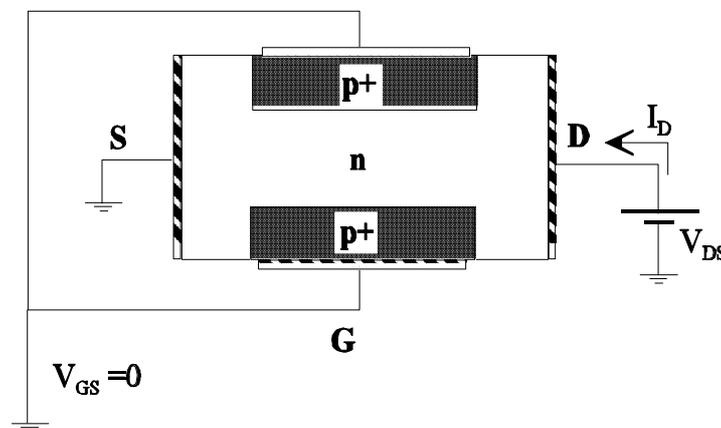

Figura 2.4 Condiciones de polarización para el estudio cualitativo.
Para ello se supondrá condiciones normales de polarización. Estas condiciones deben garantizar que las uniones $p-n$ que se forman entre el canal y la zona de puerta deben estar polarizadas siempre en inverso (lo que supone que la corriente de puerta será muy pequeña, prácticamente nula, $I_G \approx 0$). Para ello se debe cumplir: $V_{GS} \leq 0$ y $V_{DS} \geq 0$ (esta última condición garantiza que $V_{GD} < 0$). En la figura 2.4 se muestra un ejemplo de polarización. Obsérvese que con $V_{DS} > 0$ la corriente (que representa el movimiento de los huecos) es la que se indica por I_D y, dado que el transistor es canal n (los portadores mayoritarios son electrones), los electrones se mueven en sentido contrario, por tanto "salen" electrones por el terminal que se ha denominado Drenador (D), lo que coincide con la definición dada anteriormente (por el terminal S se "inyectan" electrones). **En resumen en un transistor canal n la tensión entre Drenador y Fuente (V_{DS}) tiene que ser positiva ($V_{DS} \geq 0$)**
Como se puede observar en la figura 2.4 con $V_{DS} \geq 0$ la corriente fluye de Drenador (D) a Fuente (S). Para ver el comportamiento del transistor J-FET basta recordar que cuando una